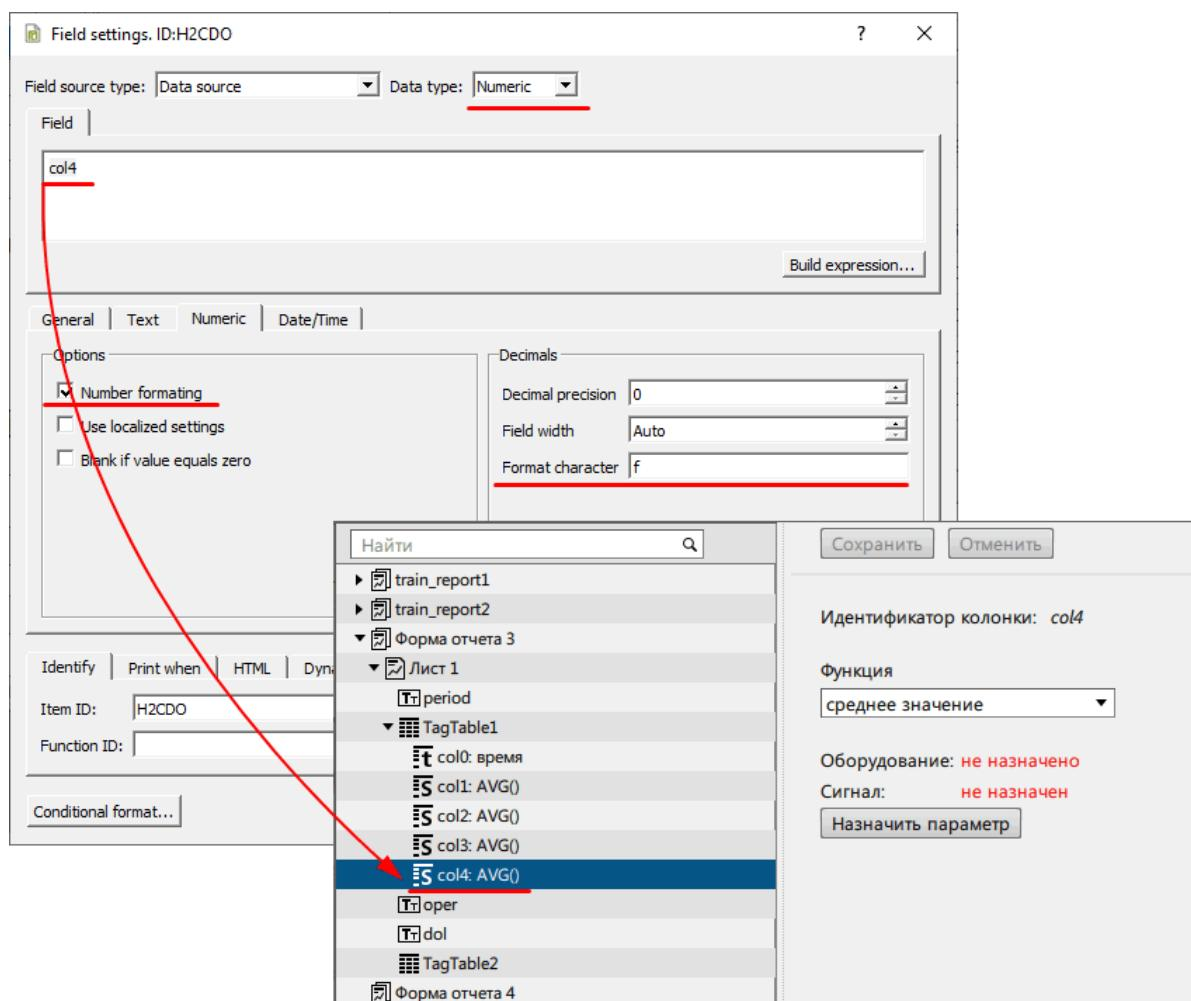

Рисунок 161 - Настройка табличных данных
- Впишите наименование колонки, как в настройках отчетов Redkit Configurator, если добавляете таблицу измерений (Рисунок 161). Если добавляете таблицу журналов, то номер колонки соответствует колонкам журнала (Таблица 62).